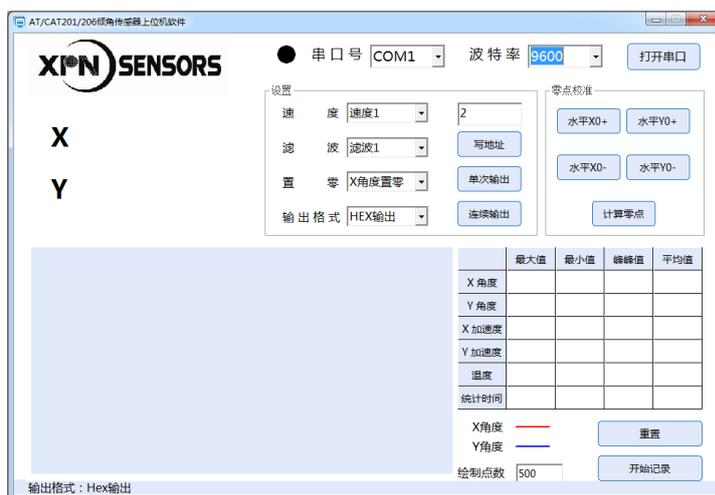

图 5-1-1
- (1) 供电（典型值 12V）。
- (2) 连接传感器和计算机串口。
- (3) 运行“CAT201 用户软件.exe”软件，界面如图 5-1-1。